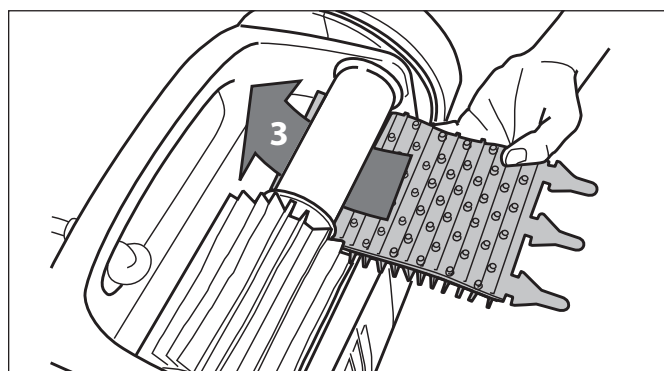

Figure 28. Installer les nouvelles brosses
3. Pour installer une nouvelle brosse, placer la nouvelle brosse sur le rouleau, les pointes orientées vers le bas (Figure 28).